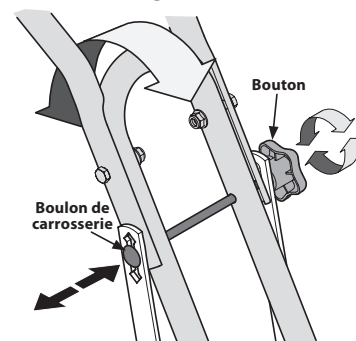

Figure 4
4. Il y a trois trous de réglage de la hauteur sur le support du guidon. Utilisez un des trous qui placera le guidon à la hauteur de la taille de l'utilisateur, lorsque les dents pénétreront de 3 ou 4 pouces dans le sol. Pour régler la hauteur du guidon, desserrez le bouton sur le côté, retirez le boulon de carrosserie, ajustez à la hauteur désirée, poussez ensuite le boulon de carrosserie dans l'ouverture carrée pour le verrouiller et resserrez le bouton. Voir la Figure 4.